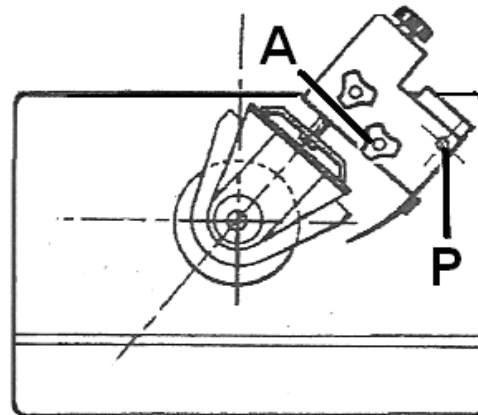

Fig 21
Installieren Sie zuerst den Grundkörper. Im Maschinentisch sind dafür eine M8 Gewindebohrung (A, Fig 21) und eine 8mm Indexierbohrung (P) vorgesehen